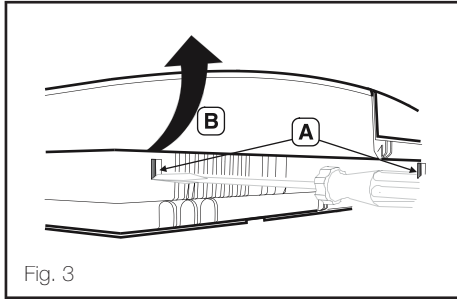

Fig. 3
2.1 Ouverture du boîtier (fig. 3)